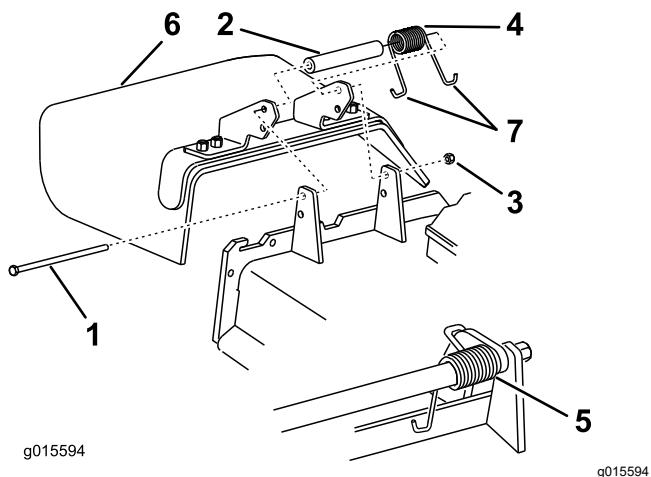

Figura 86
1. Retire a porca de bloqueio, o parafuso, a mola e o espaçador que fixam o defletor aos apoios de articulação (Figura 86).
2. Se o defletor de relva estiver danificado ou gasto, retire-o (Figura 86).
Nota: Certifique-se de que está montada uma extremidade em J por trás da extremidade da plataforma antes de colocar o parafuso como se mostra na Figura 86.
6. Coloque uma extremidade em gancho J da mola em torno do defletor de relva (Figura 86).